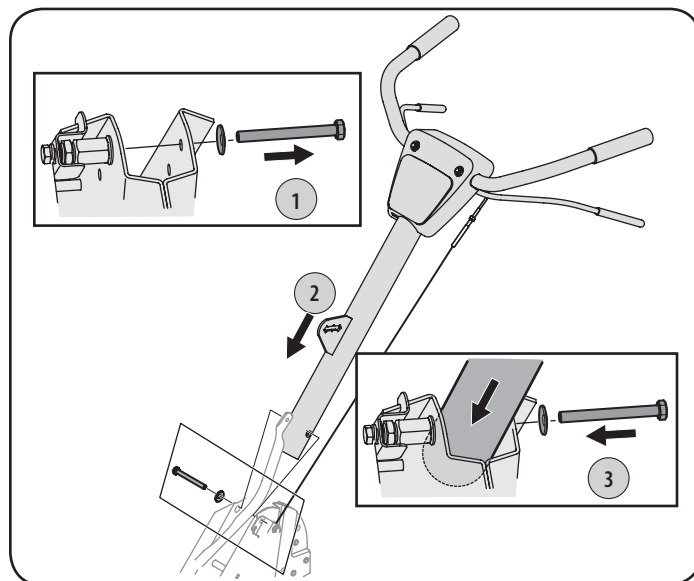

Figura 3
1. Retire el perno hexagonal y la arandela cónica del lado derecho del bastidor. Sostenga la ménsula de la guía del cable del lado izquierdo del bastidor ya que se caerá al quitar el perno. Paso 1 en la Figura 3.
2. Inserte la manija dentro del bastidor de la cultivadora. Paso 2 en la Figura 3.
3. Inserte el perno a través de la arandela cónica, el bastidor, la manija y dentro de la ménsula de guía del cable (observe que la muesca de la ménsula de la guía del cable pasa por encima de la brida sobre el bastidor). Paso 3 en la Figura 3.